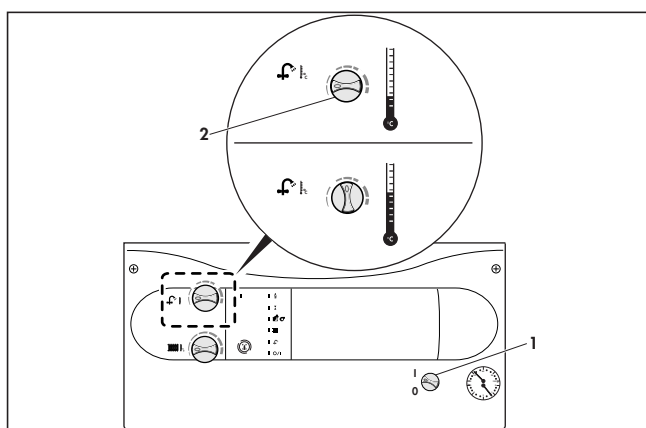

Fig. 5: Prepararea apei calde menajere
- Rotiți comutatorul principal (1) în poziția "I".
- Poziționați comutatorul pentru reglarea temperaturii apei calde menajere (2) la valoarea dorită:
⚠ La o duritate a apei mai mare de 10°dh (1,79 mol/m³), fixați comutatorul (2) cel mult în poziția de mijloc (fig. 5).